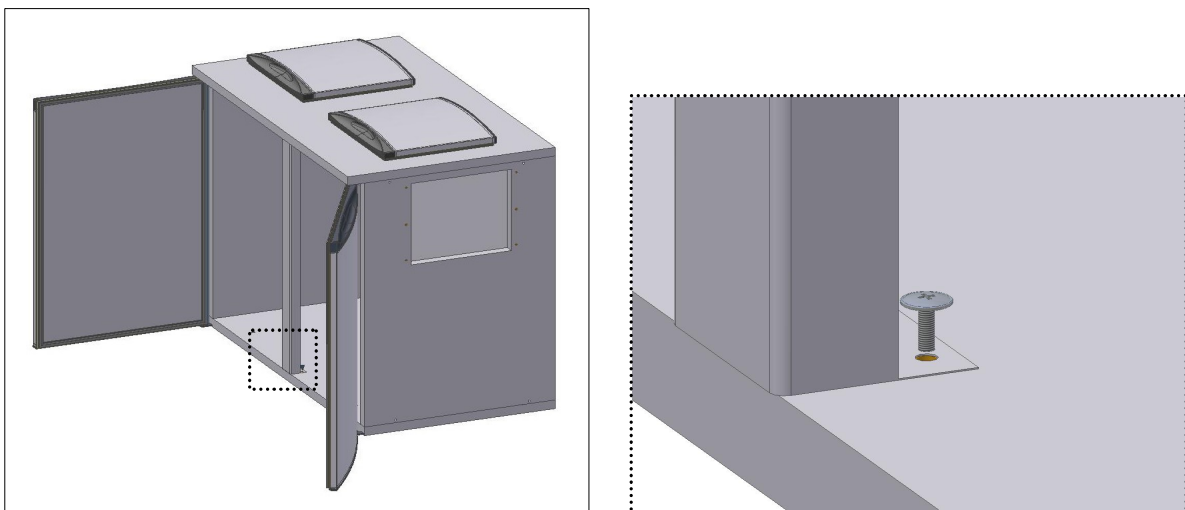

Fig. 10
- Befestigen Sie die **Leiste** an der Abdeck- und Bodenplatte (Abb. 10);